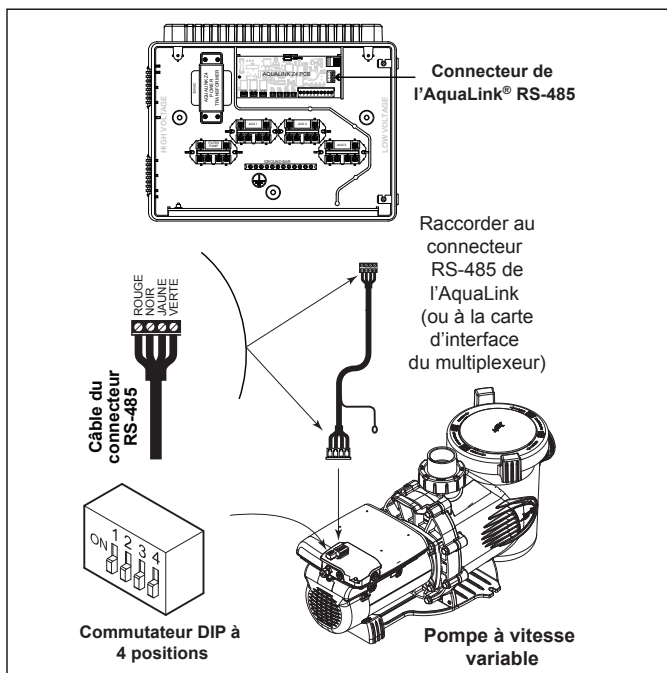

Figure 5B. Câblage du régulateur AquaLink Z4 vers la ePump, moteur Regal Beloit
**REMARQUE** L'AquaLink Z4 contrôleur travaille avec une seule pompe à vitesse variable, de sorte que les paramètres de commutateur dip utilisera les paramètres usine par défaut de OFF pour les quatre commutateurs. Voir la figure 5B.